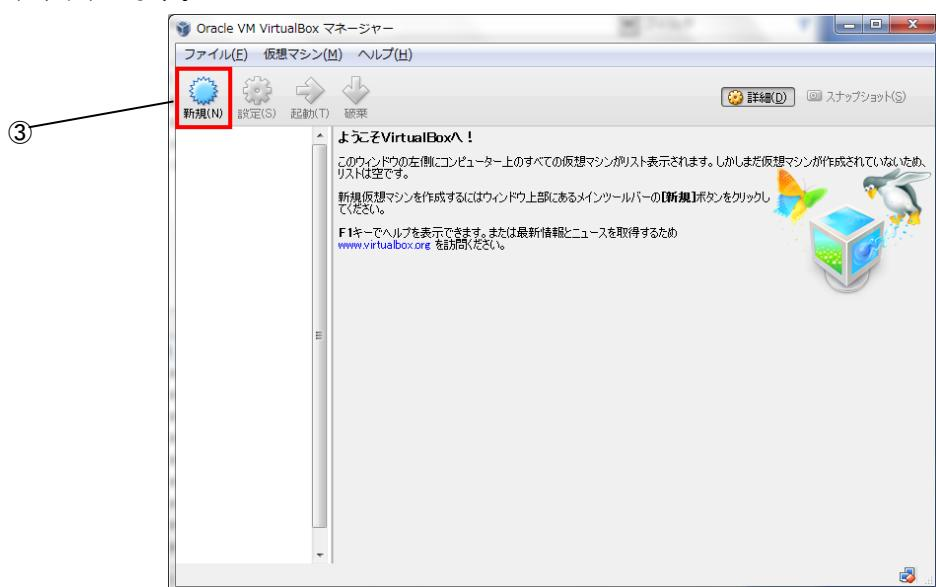

図3-2-4-2. VirtualBox メイン画面
- ④ 図3-2-4-3のマシン名とOS種類選択画面に変わるので、[名前(N)]には[Algonomix4_development]と入力します。
- ⑤ [OSタイプ(T)]では[Linux][Ubuntu(32bit)]を選択します。
- ⑥ [次へ(N)]をクリックします。